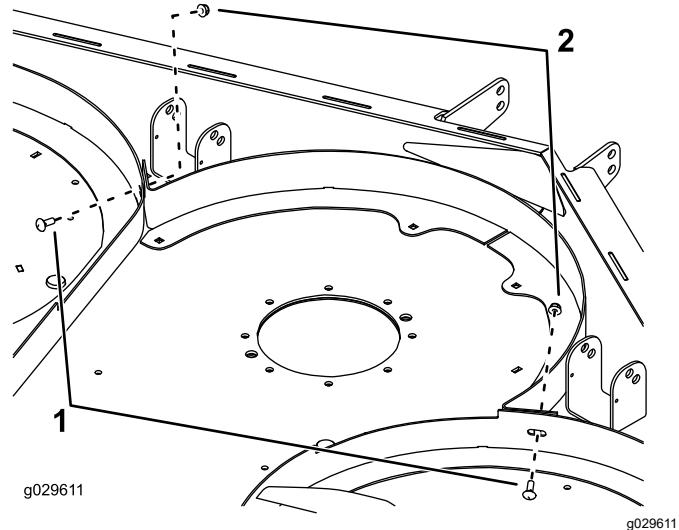

Figura 9
- Sujete provisionalmente las cámaras derecho e izquierdo a la cámara central con 2 pernos de cuello cuadrado (5/16" x 3/4") y 2 tuercas (5/16"), según se muestra en Figura 9.